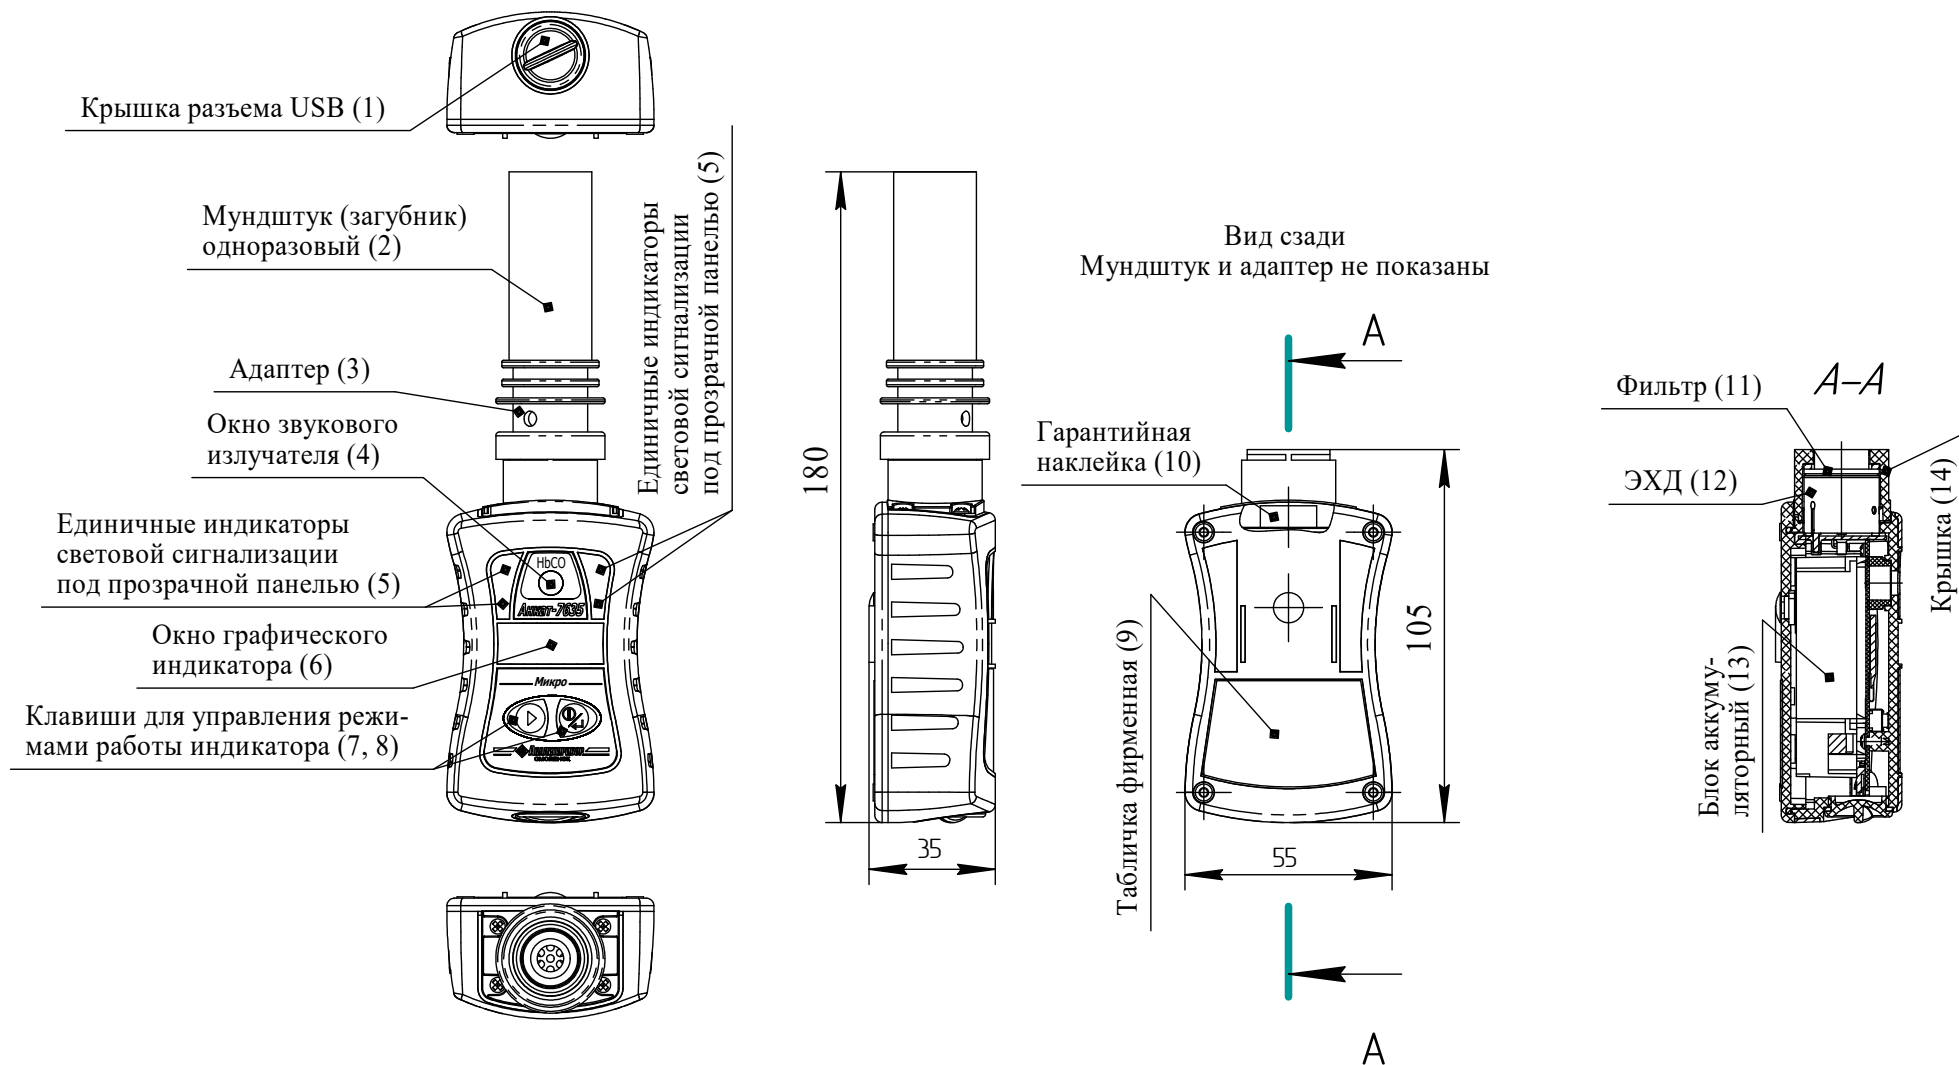

Рисунок 1.1 – Прибор для определения оксида углерода в выдыхаемом воздухе АНКAT-7635Микро-НЬСО.
1.4.1.3 На передней панели прибора расположены (см. рисунок 1.1):
- табло (графический индикатор) (6);
- единичные индикаторы световой сигнализации (5);
- пленочная клавиатура с двумя клавишами для управления режимами работы прибора «» (7) и «» (8);
- окно звукового излучателя (4).